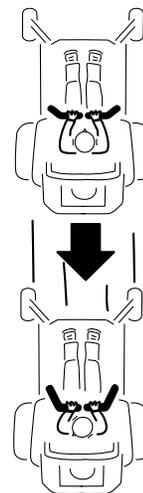

Bild 20
2. Zum Rückwärtsfahren sollten Sie nach hinten und auf den Boden schauen und die Fahrtriebshebel langsam nach hinten ziehen (Bild 20).
Wenden Sie denselben Druck auf beide Fahrtriebshebel an, um geradeaus zu fahren (Bild 20).